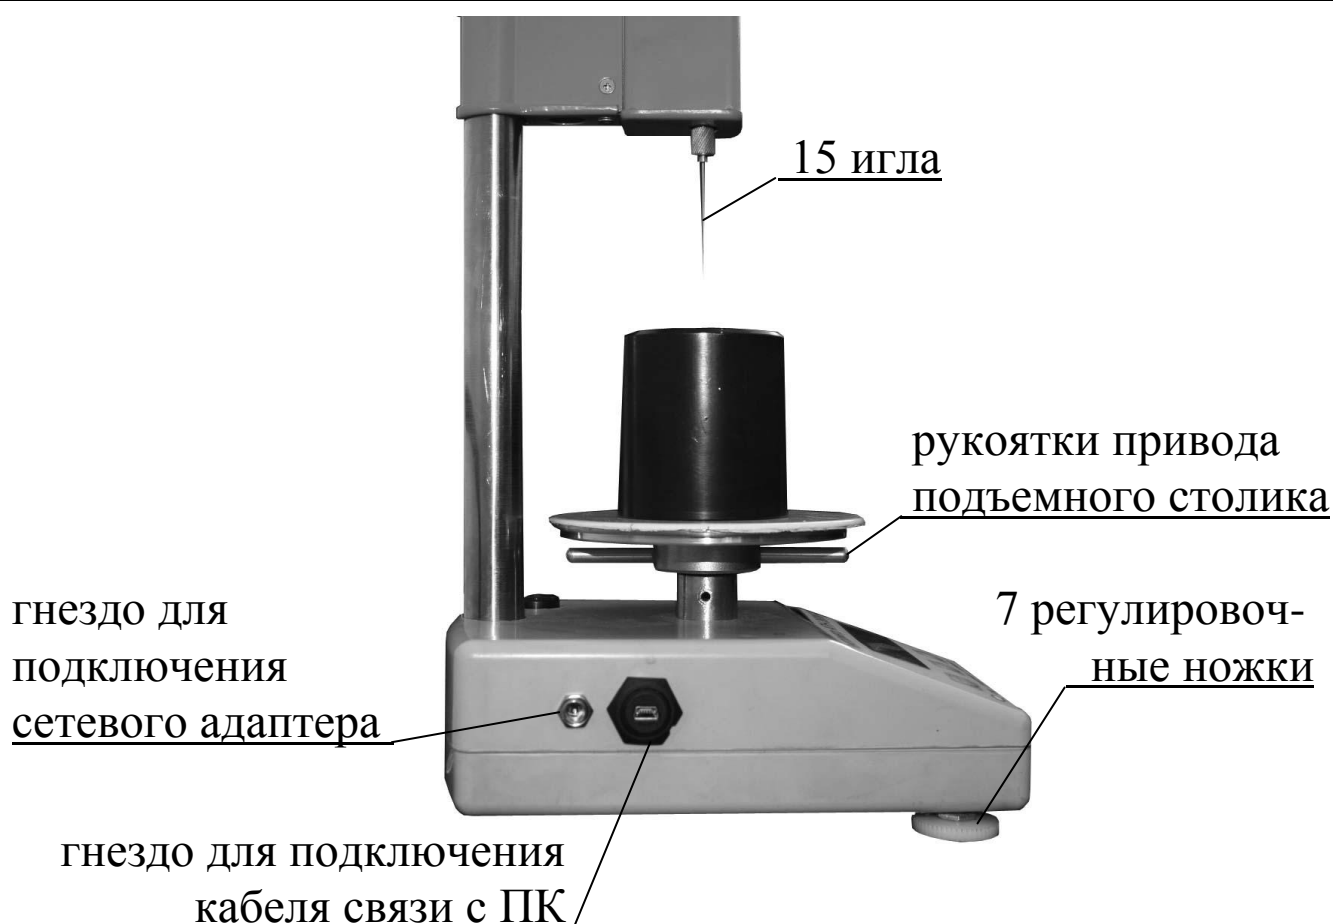

Рисунок 2 - Вид левой боковой панели прибора АПН-360МГ4
1.4.1.8 На левой боковой панели прибора размещены (рис.2) гнезда для подключения сетевого адаптера и кабеля связи с ПК.